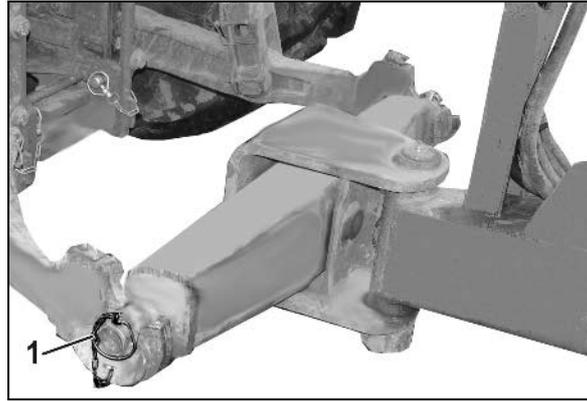

Fig. 44
2. Asegurar cada uno de los pernos del brazo inferior con el pasador clavija (Fig. 44/1) para evitar que se suelten involuntariamente.